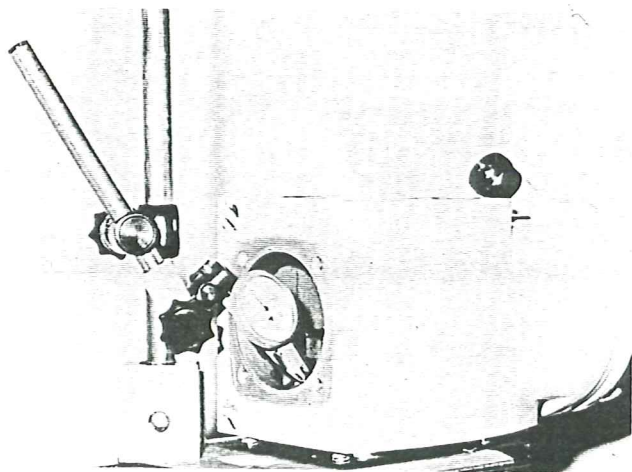

Fig. 13
4. Montera den ihopsatta dubbellagerboxen (12) med 0,3 mm shims. Obs! Styrpinnen i dubbellagerboxen skall vändas nedåt och passas in i motsvarande spår.
6. Mät kuggflankspelet med vipparmsindikator. Se fig 13. Kuggflankspelet skall vara 0,15–0,25 mm. Är kuggflankspelet för litet skall ytterligare shims läggas mellan dubbellagerbox (12) och övre växelhushus (2). Är kuggflankspelet för stort minskas shimstjockleken. Obs. punkt 5.